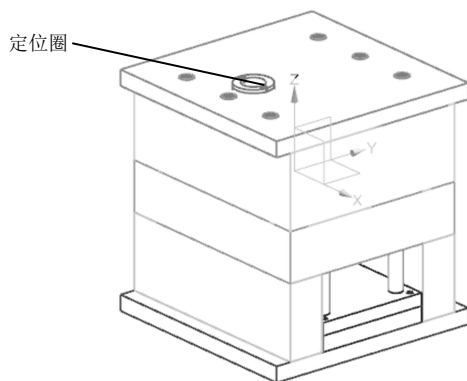

图 16-11 加载定位圈
(7) 单击“确定”按钮，加载定位圈，如图 16-11 所示。